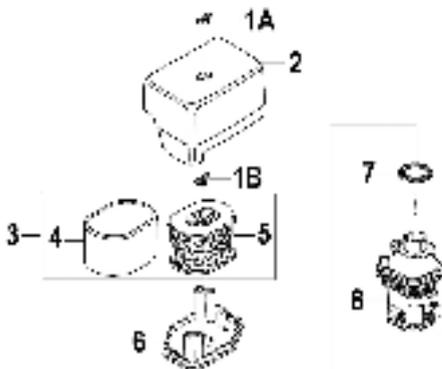

Рис. 26 Обслуживание воздушного фильтра
1. Открутите барашковую гайку 1А и снимите крышку 2 воздушного фильтра (Рис. 26).
2. Открутите барашковую гайку 1В и извлеките из корпуса воздушный фильтр 3 в сборе (Рис. 26).
- Проверьте целостность и чистоту фильтрующих элементов. Поролоновый (предварительный) фильтрующий элемент 4 установлен на корпусе бумажного фильтрующего элемента 5 (Рис. 26).
- При незначительном загрязнении промойте поролоновый фильтрующий элемент 4 (Рис. 26) теплым мыльным раствором и просушите. Поврежденный или сильно загрязненный поролоновый фильтрующий элемент замените.
- Произведите очистку корпуса 8, опоры крышки 6 и крышки 2 воздушного фильтра, не допуская попадания пыли и грязи в воздуховод, ведущий к карбюратору (Рис. 26).
- Перед установкой воздушного фильтра убедитесь, что уплотнительное кольцо 7 воздушного фильтра находится на месте и не имеет повреждений (Рис. 26).